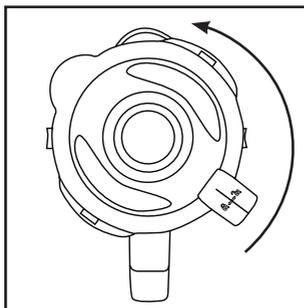

Fig. 1
- 2) Retirez le couvercle **2** en le tournant dans le sens anti-horaire en direction de la position ↗ (voir fig. 1), jusqu'à pouvoir le retirer par le haut.